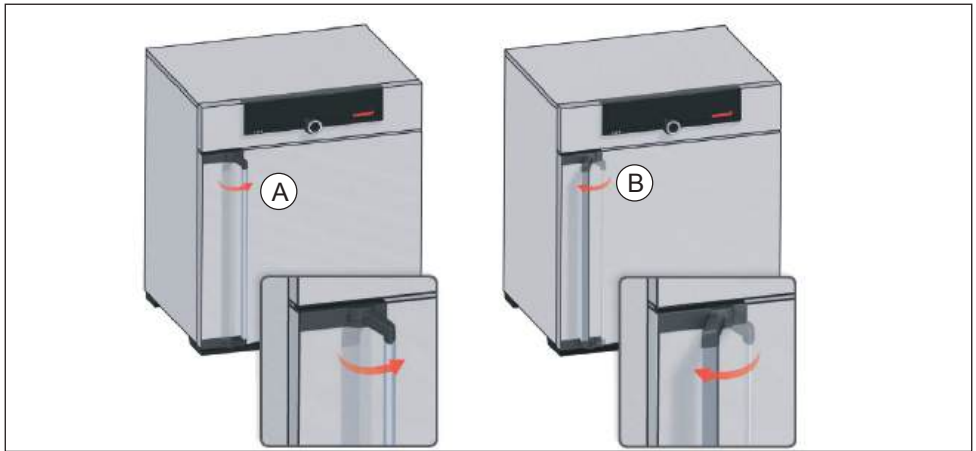

Fig. 12 Apertura y cierre de la puerta
- ▶ Para abrir la puerta, tire de la manilla hacia un lado (izquierda o derecha según el modelo de la puerta; Fig. 12, A) y abra la puerta completamente.
- ▶ Para cerrar la puerta, empújela hasta el fondo y presione la manilla a un lado (B).